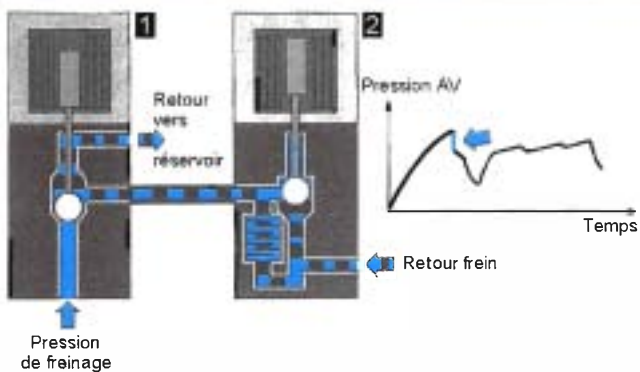

Figure 12.23 • Détente rapide.
• **Blocage d'une roue** (détente rapide). L'électrovanne ❶ est excitée. Le ou les récepteurs concernés se trouvent à la pression atmosphérique par mise en communication avec le réservoir. Le défreinage est total jusqu'à ce que la ou les roues retrouvent leur adhérence (figure 12.23).